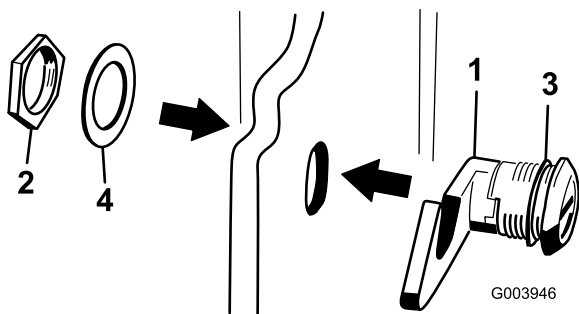

Figura 6
3. Retire la tuerca del conjunto de cierre del capó (Figura 6).